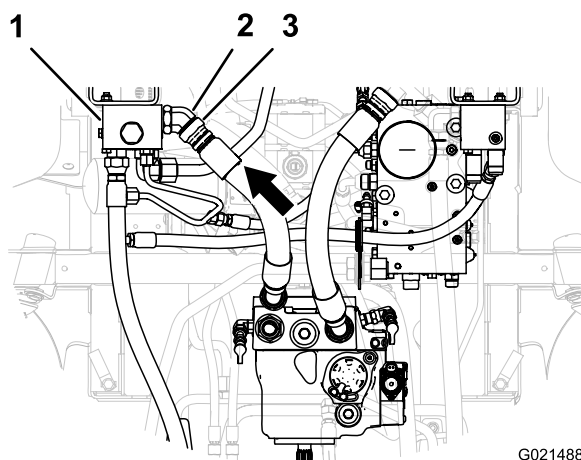

Figura 18
3. Alinhe o encaixe a direito da mangueira de pressão hidráulica com o encaixe hidráulico de 45° no colector do divisor de fluxo (Figura 18).
4. Enrosque o encaixe a direito da mangueira de pressão hidráulica no encaixe hidráulico de 45° no colector do divisor de fluxo (Figura 18).